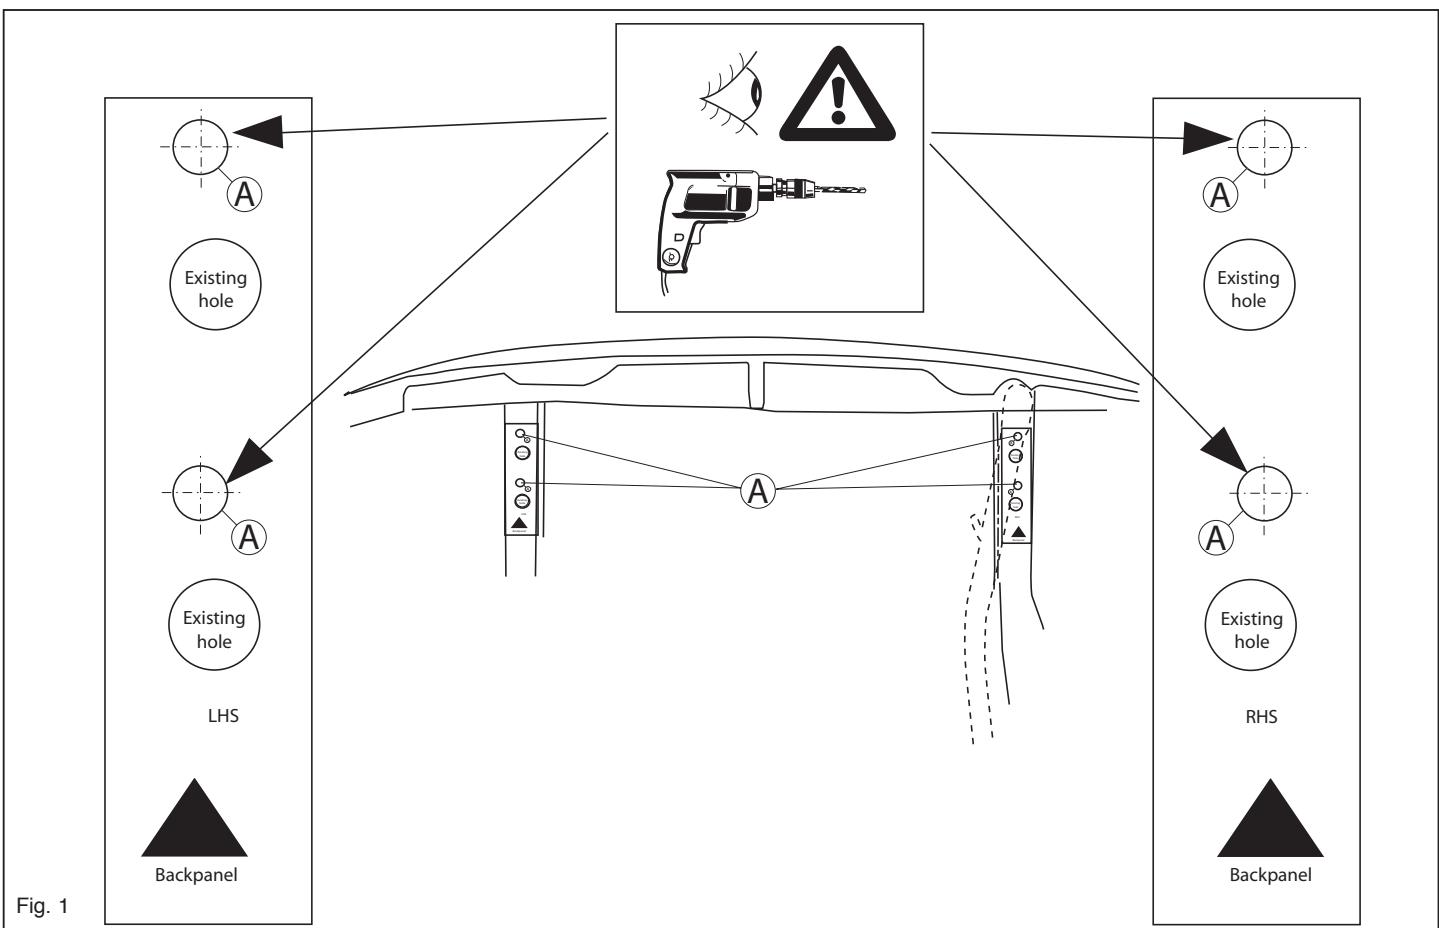

Fig. 1
2. Die Schrauben an der Unterseite des Langsträger abringen. Siehe Abbildung 1.
2. Positionner les gabarit sur la partie inférieure du longerons de châssis. Voir figure 1.
- 2. Anbring skablonen på undersiden af chassisvæggen. Se fig. 1.
2. Posizionare le sagome sotto il telaio. Vedere fig. 1.